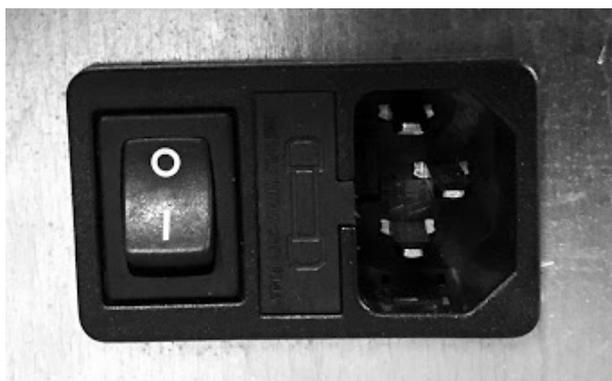

Fig. 74 - Elektrische Steckdose mit Hauptschalter
- Das Netzkabel zuerst an der Rückseite des Ofens anschließen (siehe **Fig. 74**) und dann an einer elektrischen Steckdose an der Wand.
- Der Hauptschalter O/I (siehe **Fig. 74**) wird nur betätigt, um den Ofen einzuschalten, ansonsten sollte er ausgeschaltet sein.